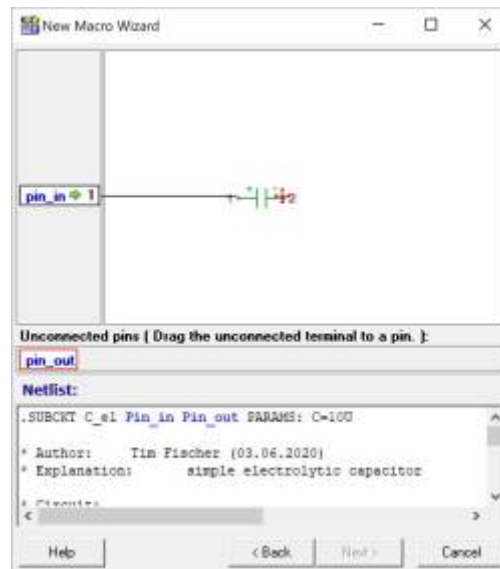

Fig. 5:
4. Im Macro Wizard - Pinauswahl (figure 5)